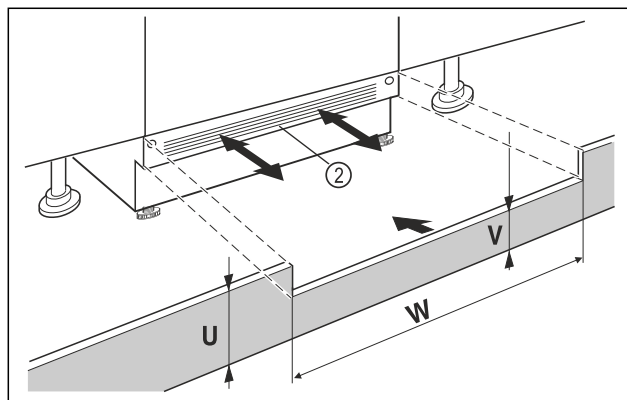

Fig. 91 Voorbeeldweergave
- Plaats de afdekking van de onderkant van het apparaat Fig. 91 (2) maar zet hem nog niet vast.
- Als de sokkelafdekking Fig. 91 (2) zichtbaar is, trek het dan naar voren totdat de voorkant van het ventilatierooster en de sokkelafdekking van het meubel gelijk zijn.
- Bij een verborgen sokkelafdekking Fig. 91 (2), deze gehele naar achteren schuiven.
- Controleer of de ventilatiesleuven volledig vrij zijn: Snijd indien nodig de hoogte van de sokkelafdekking Fig. 91 (U) op maat!
- Pas de hoogte van de balk onder de sokkelafdekking van het apparaat Fig. 91 (W) aan de breedte Fig. 91 (V) van de nis Fig. 91 (2) aan.